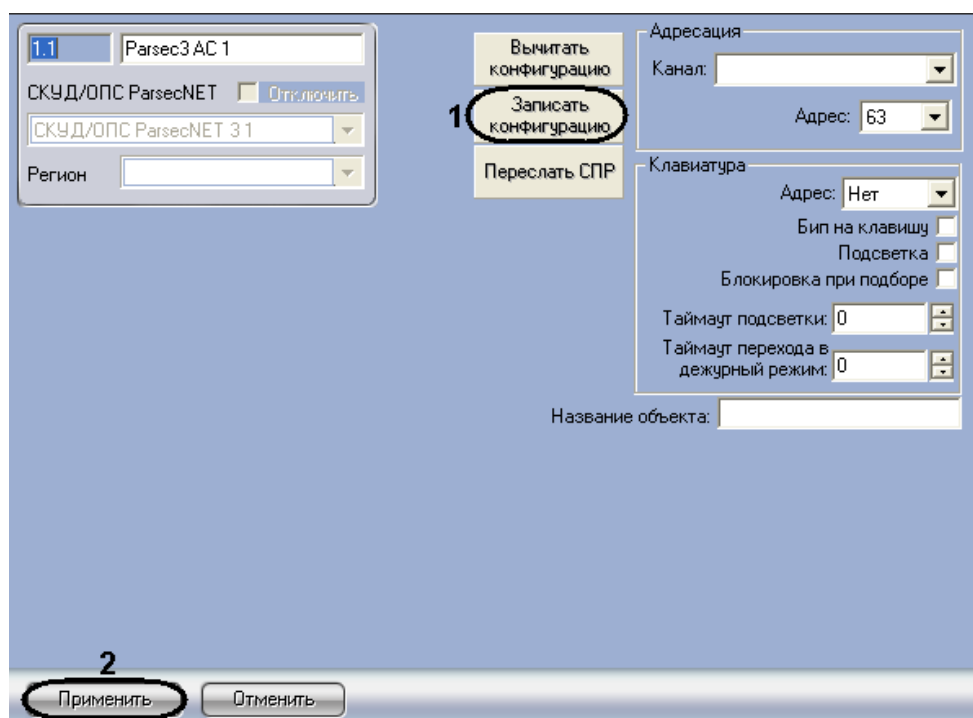

Рис. 3.9—11 Запись конфигурации в охранный контроллер АС
1. Перейти на панель настроек объекта **Контроллер АС** (Рис. 3.9—11).
2. Для записи конфигурации в контроллер необходимо нажать кнопку **Записать конфигурацию** (Рис. 3.9—11, 1).
3. Для сохранения внесенных изменений нажать кнопку **Применить** (Рис. 3.9—11, 2).